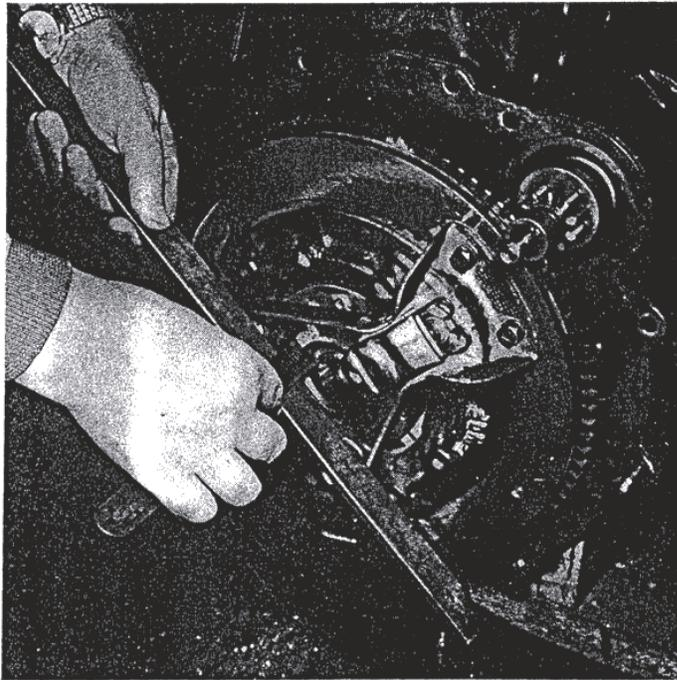

Figure 64. — Réglage des doigts de débrayage
A. Nettoyer le volant et l'embrayage. Enduire d'une légère couche de graisse fluide l'évidement du volant qui sert de manchon-guide à l'arbre d'embrayage. Placer le disque d'embrayage contre le volant en dirigeant la partie la plus courte du moyeu vers le volant. Monter le plateau mobile en évitant de serrer exagérément les boulons. Centrer le disque d'embrayage à l'aide de l'arbre d'embrayage ou d'un arbre pilote, et serrer uniformément les boulons du plateau mobile. Enlever l'arbre pilote et vérifier le réglage des doigts à bascule (fig. 64); ils doivent être réglés à 2,14 cm (27/32 de pouce). Effectuer le réglage en desserrant le contre-écrou des vis de réglage, et en faisant pivoter celles-ci jusqu'à ce que la distance entre le face d'appui des doigts (contacts avec la butée de débrayage) et la surface du support d'embrayage soit de 2,14 cm (27/32 de pouce). Serrer les contre-écrous. Monter le moteur ou l'ensemble de la boîte de vitesses, et de la boîte auxiliaire.